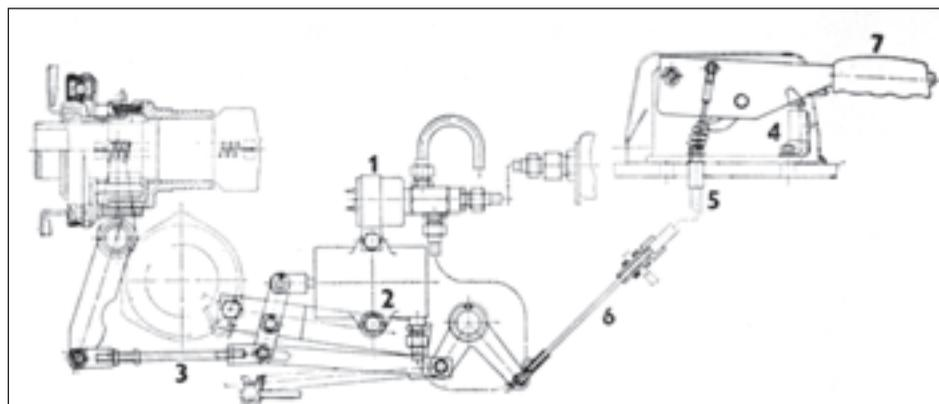
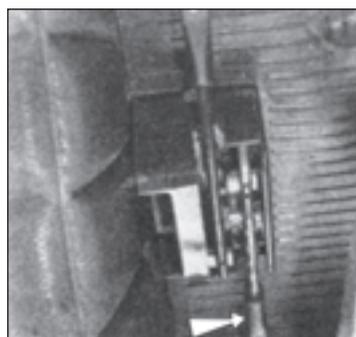

Fig. 88
Fig. 89
2. **La commande pneumatique avec liaison mécanique** (fig. 88) se compose du levier à main (fig. 88/7), du rupteur électrique (fig. 88/4) qui par l'intermédiaire du circuit électrique commande l'électrovalve (fig. 88/1) et le vérin pneumatique (fig. 88/2) et à l'aide de la transmission mécanique avec une tringle d'ajustage (fig. 88/3) commande l'embrayage de la prise de force. Mode de commande: empoigner avec la pousse en direction de la marche du tracteur la poignée du levier (fig. 89) et pour débrayer l'embrayage tirer le levier vers avant en faisant un arc en haut. Le levier est automatiquement bloqué en position supérieur par un cliquet. Pour débloquer le levier, il faut le soulever et imprimer le poussoir qui se trouve sur la face du poignée. Avec cette exécution on peut également débrayer la prise de force sans l'emploi du levier à main en agissant sur la pédale de l'embrayage.
Régler le jeu de 4 mm après avoir desserré le contre-écrou en tournant le tirant de réglage (fig. 88/3). Après le contrôle du jeu correct, bloquer le tirant de réglage par contre-écrou.
Attention: Quand le multiplicateur de couple est enclenché le tracteur ne peut pas être freiné par le moteur! Pour débrayer l'avancement du tracteur à multiplicateur de couple enclenché, il faut appuyer à fond la pédale d'embrayage pour mettre en circuit le rupteur électrique sur la pédale d'embrayage. En cas que le circuit électrique est coupé et le témoin lumineux de débrayage manuel de la prise de force ne brille pas, il faut débrayer l'avancement du tracteur par le levier de débrayage manuel de la prise de force (fig. 89).